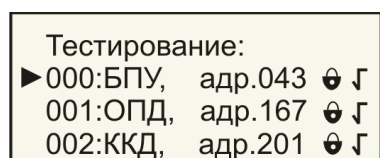

Рисунок 8.3.29
При выборе пункта *Тесты датчиков* появится перечень устройств, занесенных в таблицу оборудования БД (см. рисунок 8.3.29). Каждая строка таблицы содержит собственный номер (например, 000), тип устройства (например, БПУ), адрес устройства (043), признак вида протокола обмена (например, «⊕») для с циклическим избыточным кодом), признак наличия ответа устройства на запрос БД («Г» - есть ответ, «Ж» - нет ответа).